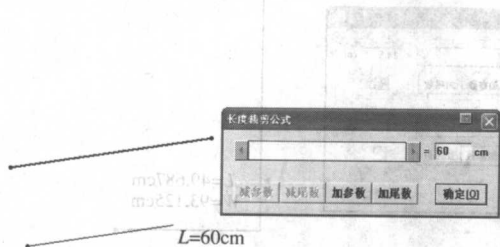

图 2-2-17
③ 作平行线: 已知直线 AB, 单击 A 点并按住左键, 拖动鼠标到 B 点并单击, 该直线被选中中显示红色。单击 C 点(该直线外一点), 拖动鼠标就可以划出一条与该直线 AB 平行的一条直线 CD。在终点处点左键会出现类似上面的对话框, 输入相应的长度数据即可(图 2-2-17)。
④ 作延长线: 或者当该直线被选中中显示红色后, 点击端点 A 点或 B 点, 然后拖动鼠标